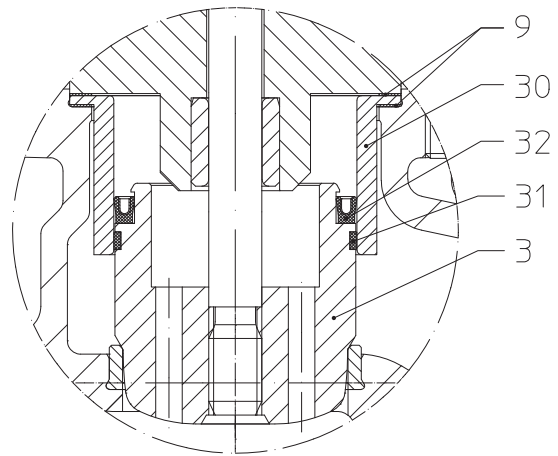

Fig. 27: Clapet d'équilibrage
- Extraire par effet de levier avec un instrument adapté (par ex. tournevis) la garniture de piston usée (pos. 32) de la gorge (rainure) du clapet.
- Mettre une nouvelle garniture de piston (pos. 32) en place en veillant à sa bonne position de montage (voir Fig. 27).
- Nettoyer la surface de roulement de la douille de guidage (pos. 30); la polir éventuellement avec un abrasif fin.
- Renouveler 2 garnitures d'étanchéité (pos. 9).
- Serrer les écrous hexagonaux (pos. 11) des vis du couvercle en croix de manière régulière. (Couples de serrage voir point 7.3.1.)